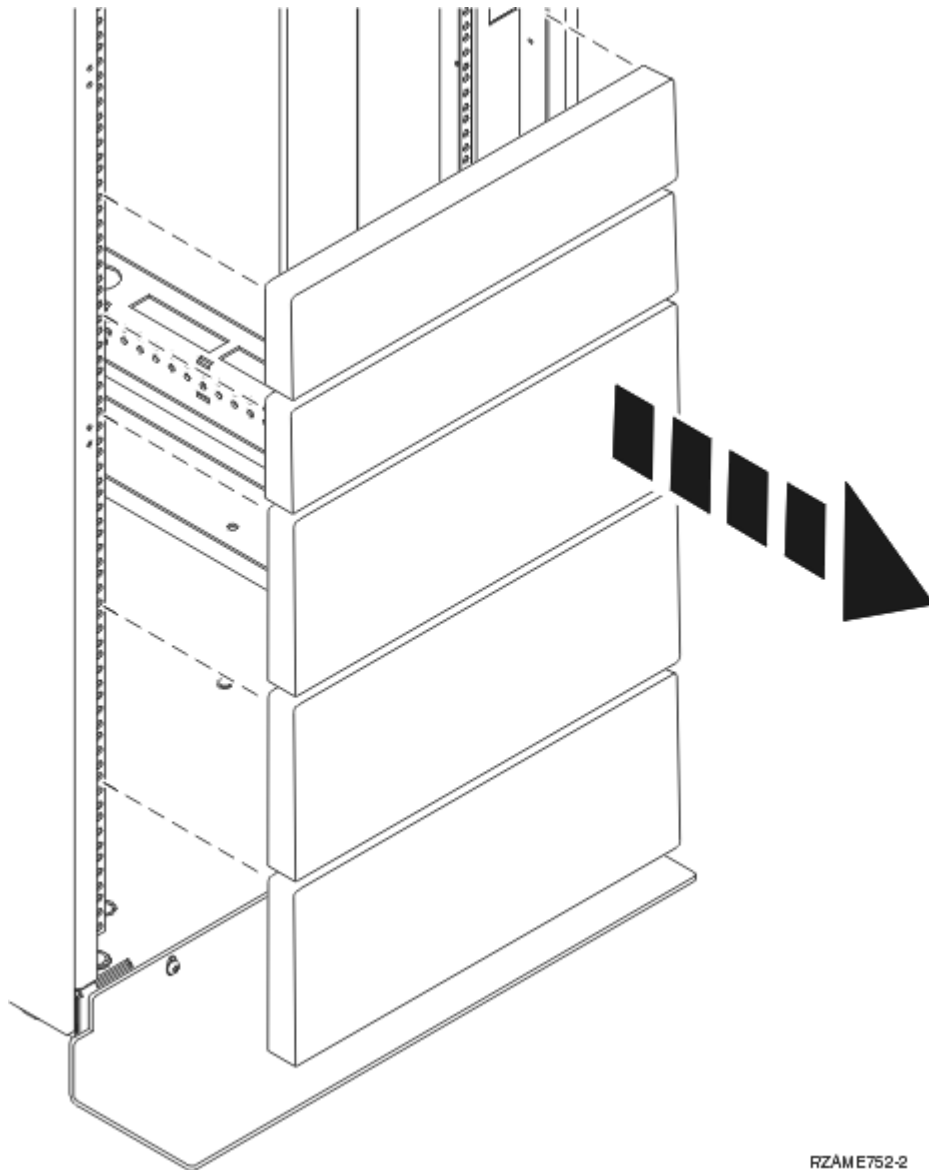

Abbildung 1. Abdeckblenden ausbauen
3. Falls erforderlich, bauen Sie die Abdeckblenden aus, um auf die Positionen im Inneren des Racks zugreifen zu können, an denen die Einheit installiert werden soll. Einzelheiten finden Sie unter Abbildung 1 auf Seite 3.